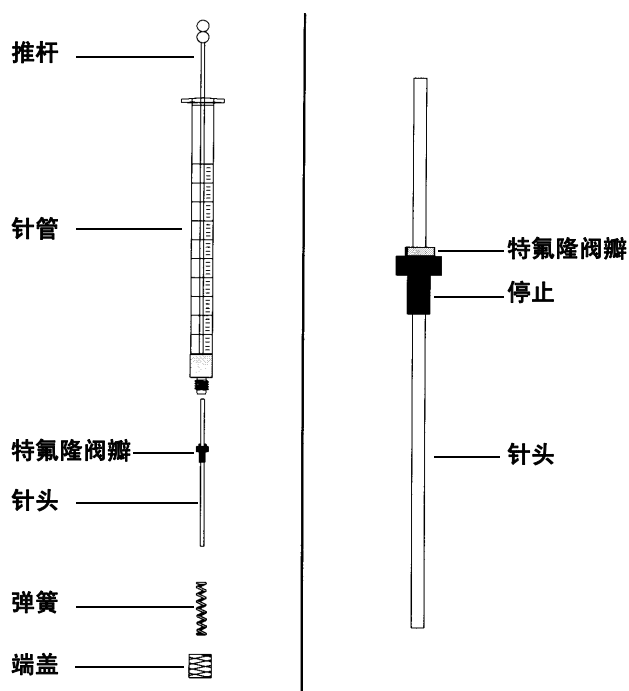

图 104 进样针部件
将针头插入进样针针管（图 104）：
- 2 确保针头装有特氟隆阀瓣（图 104）。如果进样针针管没有特氟隆阀瓣，请按照进样针盒中的说明将其安装在针头上。